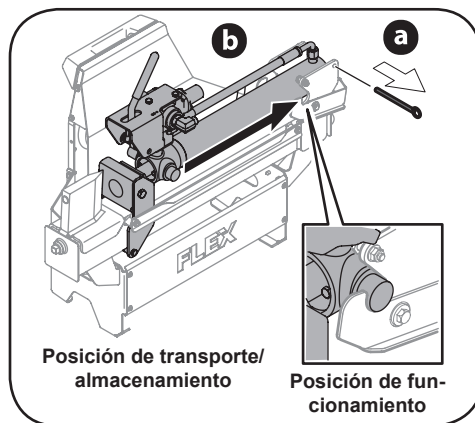
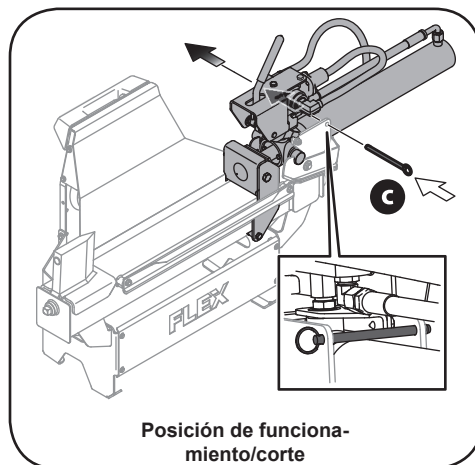

Figura 4-4
Figura 4-5
2. Retire la clavija de fijación (a) de la base del cilindro. Deslice el cilindro hacia atrás para fijar en su lugar. Vea la Figura 4-4.
3. Reinstale la clavija de fijación (c). Vea la Figura 4-5.
**IMPORTANTE:** Para que la manija de control de la válvula funcione, el cilindro debe estar sentado y bloqueado en posición de funcionamiento. Consulte la Figura 4-4 y la Figura 4-5.